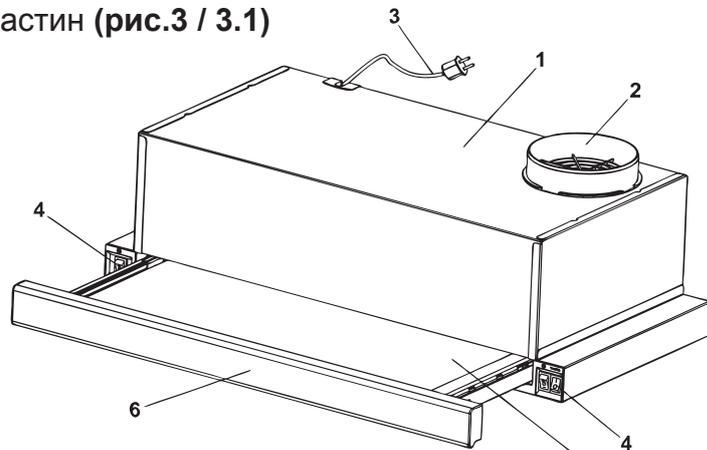

Рис.3
**УВАГА!** Додатково виріб виготовляється з наступними декоративними елементами (**рис.3**):
### 5.3 Витяжка складається з наступних складових частин (рис.3 / 3.1)